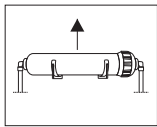

Bild. 2
- 2) Kartusche aus den Montageclips nehmen. **ACHTUNG! Darauf achten die Montageschläuche nicht zu knicken (Bild 2).**